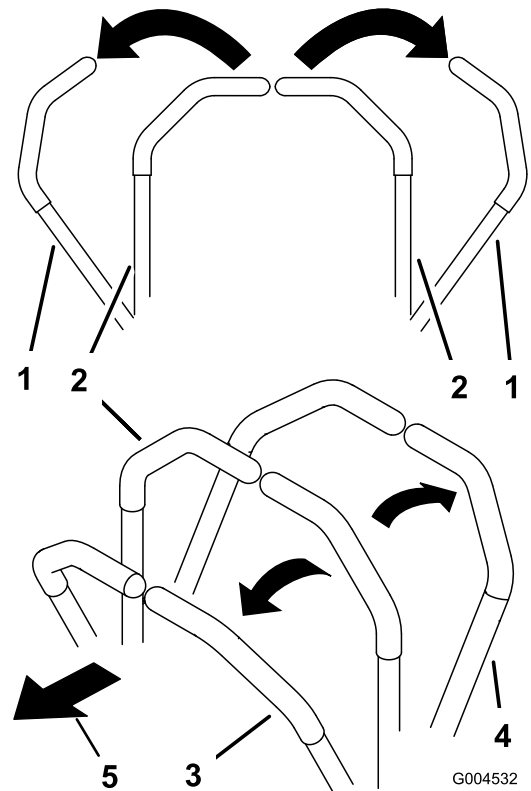

Figura 13
- 2. Para ir hacia adelante, empuje lentamente las palancas de control de movimiento hacia adelante (Figura 13).
Para ir recto, aplique la misma presión a ambas palancas de control de movimiento (Figura 13).
Para girar, deje de empujar la palanca de control de movimiento del lado al que desea girar (Figura 13).